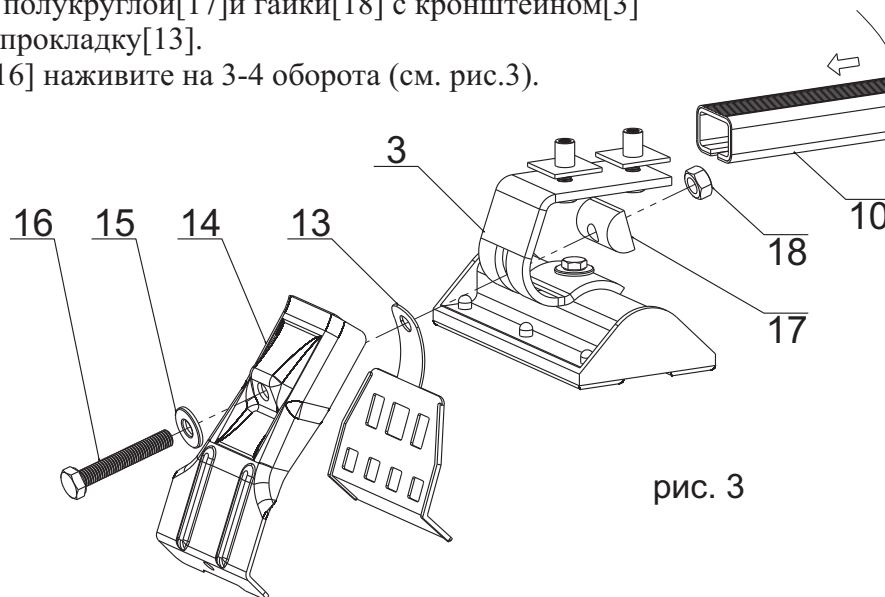

рис. 3
**д.** соедините кронштейн[14] с помощью болта[16], шайбы[15], гайки полукруглой[17] и гайки[18] с кронштейном[3] через прокладку[13]. Болт[16] наживите на 3-4 оборота (см. рис.3).